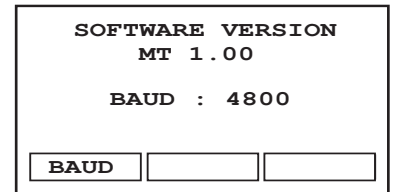

Abb. 39 - Einstellmenü für die Baud-Rate
1. Taste SET UP drücken und für ca. 2 s festhalten bis das Einstellmenü für die Baud-Rate erscheint (Abb. 39).